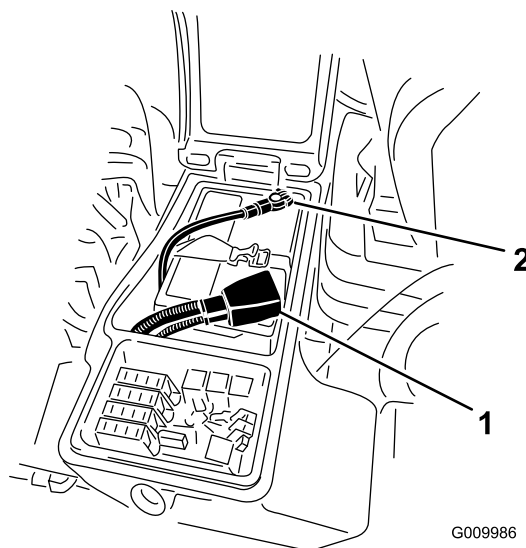

Рисунок 37
4. Установите плюсовой кабель (красный) на плюсовую клемму (+), а минусовой кабель (черный) на минусовую (-) клемму аккумуляторной батареи (Рисунок 37). Прикрепите кабели к полюсным штырям винтами и гайками. Обеспечьте, чтобы плюсовая (+) клемма была надета на штырь на всю длину и кабель плотно прижат к аккумуляторной батарее. Кабель не должен касаться крышки аккумуляторной батареи. Наденьте на плюсовую клемму резиновый чехол для предотвращения возможного замыкания на массу.